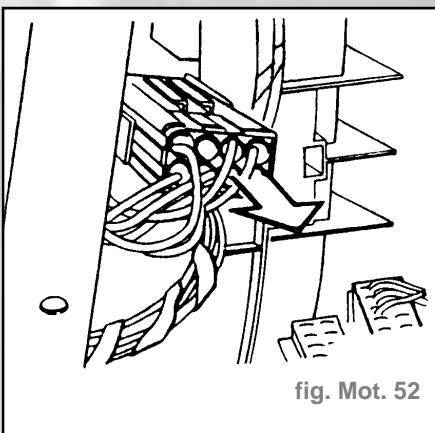

fig. Mot. 52
- Débrancher le connecteur (fig. Mot. 52).